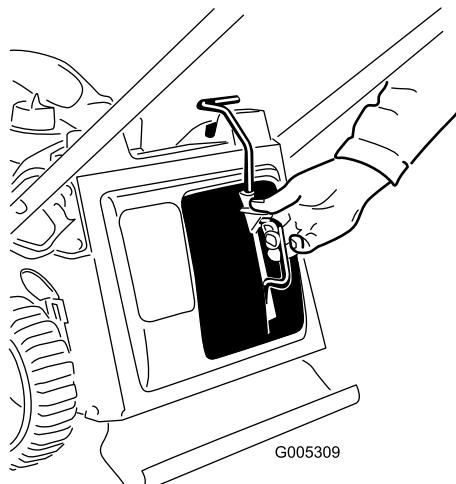

Bild 26
- Nehmen Sie den Mulchverschluss ab (Bild 26).